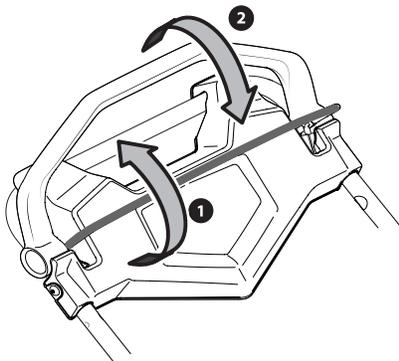

Figure 11
1. Une fois le moteur en marche, et tout en maintenant la lame et les commandes d'entraînement ensemble, poussez la commande d'entraînement vers l'avant pour propulser la tondeuse. Plus la commande est avancée, plus la tondeuse avance rapidement. Consultez la Figure 11.